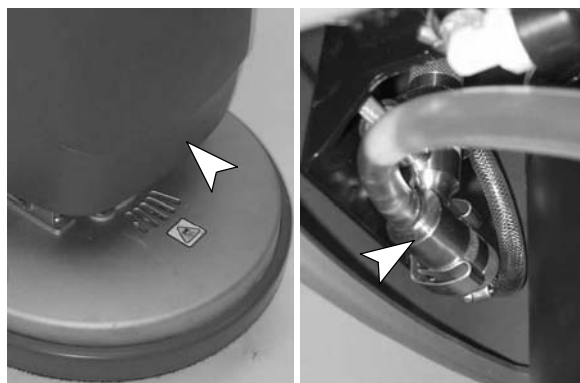

FIG. 54
- Abaissez la tête de brossage et retirez l'injecteur de détergent des deux pinces à ressort (Figure 54).